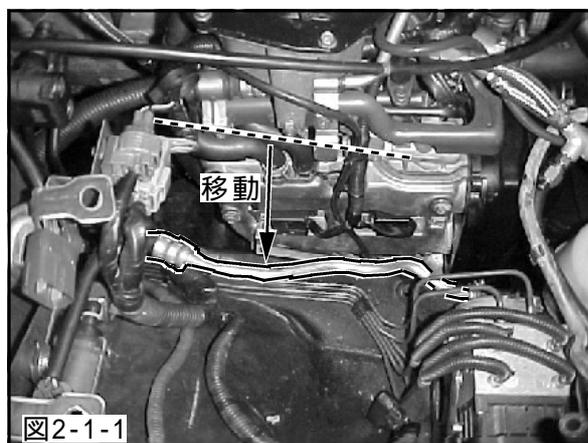

図2-1-1
(1)純正のパワステパイプをブラケットから取外してください。(図2-1-1)